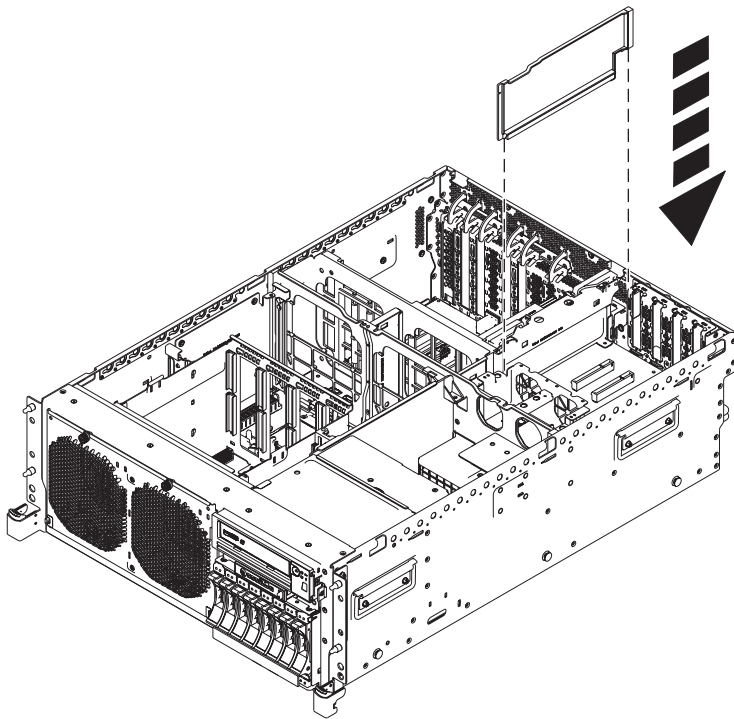

Abbildung 44. Luftführung einer Erweiterungseinheit in einem Einschubsystem installieren
8. Installieren Sie die Plastikblende (PN 46K5417) zwischen der blauen Verriegelung und dem ersten PCIe-Steckplatz (siehe hierzu Abb. 44 auf Seite 54).